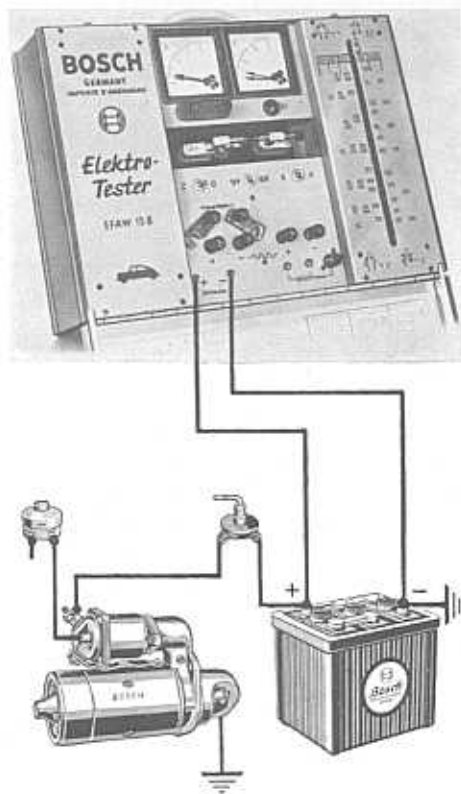

Bild 9
2. Prüfung der Batterie (Bild 9)